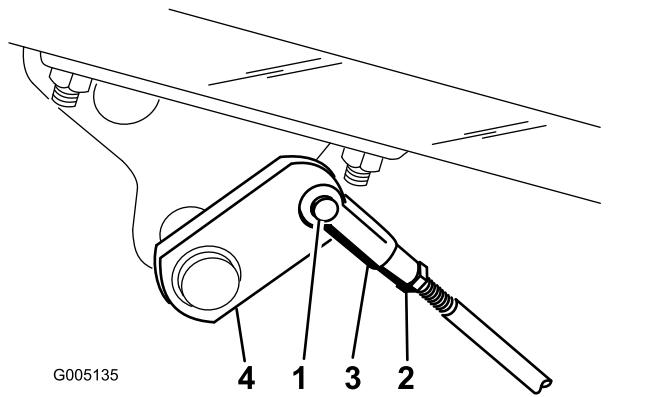

Figura 56
2. Nel caso in cui i freni non si blocchino in modo uniforme, togliete la coppiglia ed il perno del cavallotto per scollegare le aste dei freni (Figura 56).
3. Allentate il controdado e regolate il cavallotto come opportuno (Figura 56).
4. Montate il cavallotto sull'albero del freno (Figura 56).